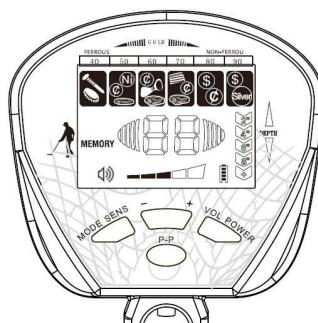

Fig.12
- a) Appuyez à nouveau sur le bouton MODE, le curseur MEMORY s'allumera.Tous les curseurs de discrimination de la cible sont allumés. (Voir Fig.12)
- e) Si vous voulez trouver d'autres matériaux métalliques, puis appuyez sur le bouton "MODE", le curseur MEMORY signifie toujours la lumière, toujours affiche dans la figure 12. Répétez ensuite l'opération ci-dessus.
- f) Pour sortir du mode MEMORY, appuyez sur le bouton MODE pour ramener le sondeur à l'état de la figure 12. Appuyez à nouveau sur le bouton MODE pour quitter le mode MEMORY et passer au mode de travail suivant.